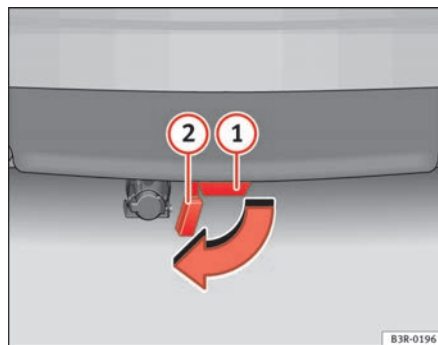

Fig. 149 Parachoques trasero: Abrir el tapón
- Extraiga hasta el tope final el tapón (2) ⇒ fig. 149 del tubo de enclavamiento (1) que se encuentra debajo del parachoques. El tapón encastra de un modo automático en el tope final.